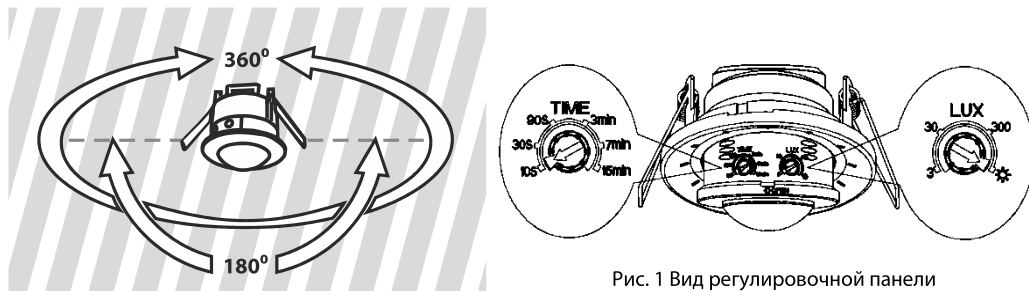

Рис. 1 Вид регулировочной панели
Регулировка диапазона освещенности производится регулятором LUX (рис. 1).
Диапазон задержки отключения – регулятором TIME (рис. 1).
1. Поверните регулятор LUX до максимума в положение «солнце» (рис. 1), поверните TIME до минимума «10S».